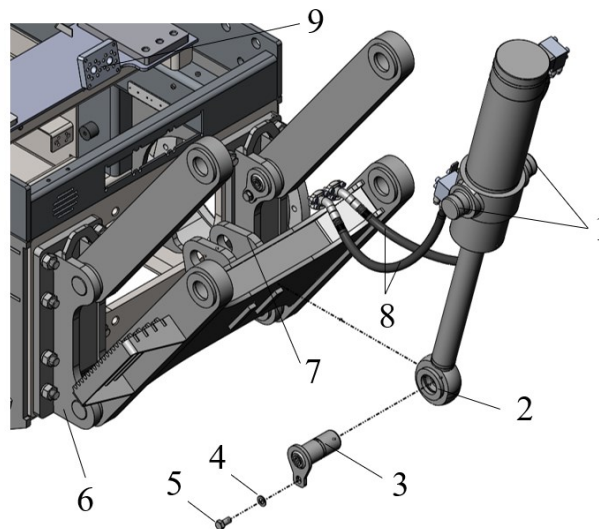

Рисунок 3.121. Гидроцилиндр рыхлителя
- ▶ Используя цапфы 1 поднять гидроцилиндр, рис. 3.121;